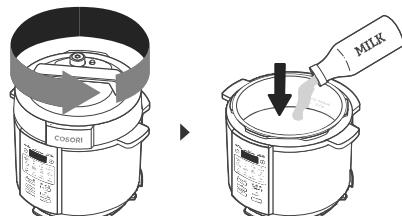

Abbildung 7.1
- Drehen Sie den Deckel gegen den Uhrzeigersinn und heben Sie ihn zum Öffnen an. Geben Sie die Milch in den Innentopf. **[Abbildung 7.1]**